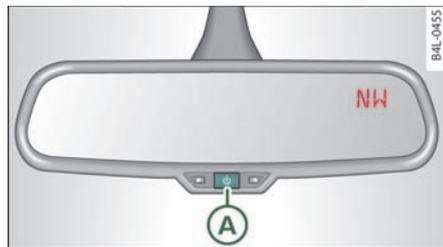

图 60 车内后视镜：启用后的数字罗盘
- 按住按钮  => 图 60，直至内后视镜中出现设置的磁场区域号码。